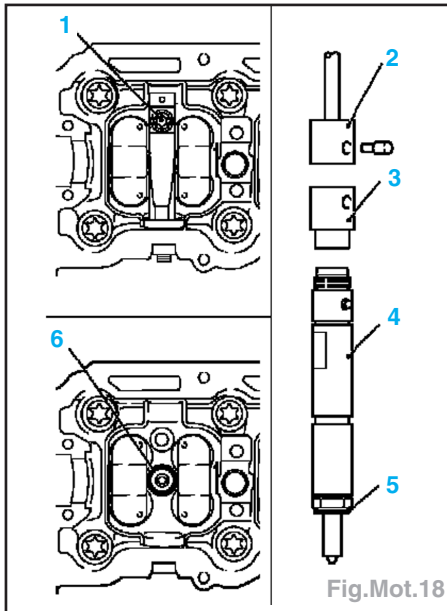

Fig.Mot.18
- Déposer les vis de fixation (1) des traverses d'injecteurs et les retirer de la culasse (Fig.Mot.18).